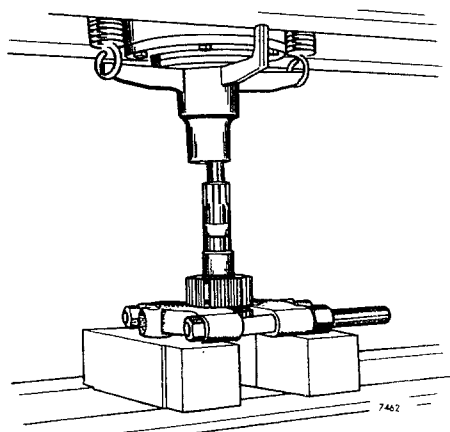

Fig 07-14. Borttagning av nav
4. Ta bort kopplingsnavens låsringar och pressa av naven enligt fig 07-14. Ta bort synkroniseringskonor och nållager.